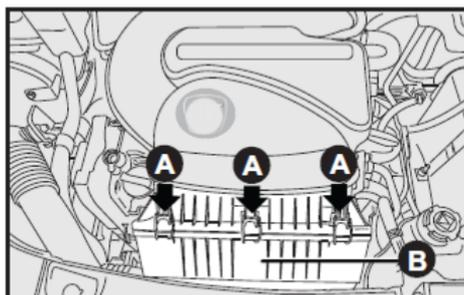

fig. 11
Sustitución - figs. 11, 12 y 13
- Suelte los elementos de fijación A-fig. 11 y saque la tapa B-fig. 11 por el lado izquierdo.